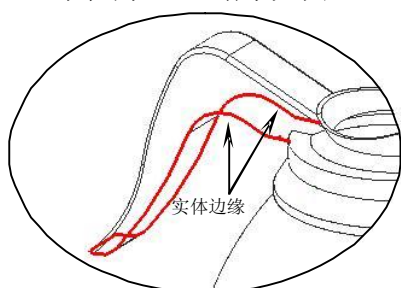
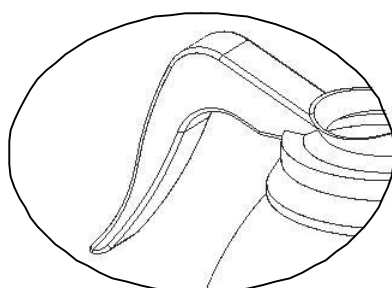

图4-28
图4-29
24. 使用边倒圆功能创建圆角特征。选择图 4-28 所示的实体边缘，然后设置圆角半径为“2”，结果如图 4-29 所示。